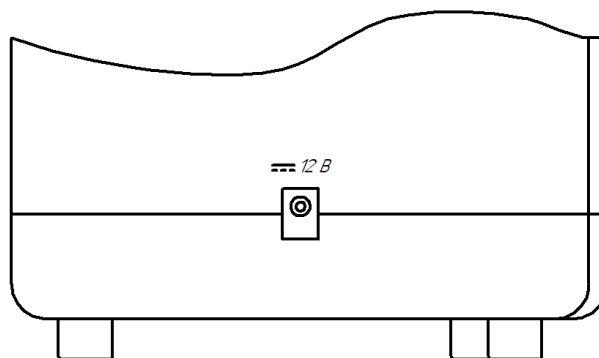

Рисунок 2 - Блок управления отсасывателя ОМП-5/80-01.
2.4.2.2 На боковой стороне блока управления (рис. 2) расположен разъем « $\text{---}12\text{ В}$ » для: